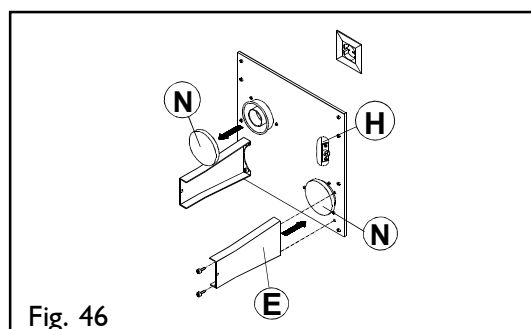

Fig. 46
Skruva fast upphångningsarmarna (E) vid väggstativet (fig. 46). Dra åt skruvarna hårt. Ta bort skyddspropparna (N) för insugnings- och utblåsningsrören.
För centralenheterna (fig. 47) kopplas även lågspänningskontakten (G) till uttaget (H, fig. 46) i väggstativet samt nätsladden (I) till vägguttaget (K). Kontrollera funktionen. Om centralenheten inte har någon TEST-knapp, kan den startas genom att kortsluta dammsugarens startkrets i lågspänningskontakten (G) med en kabelbit.